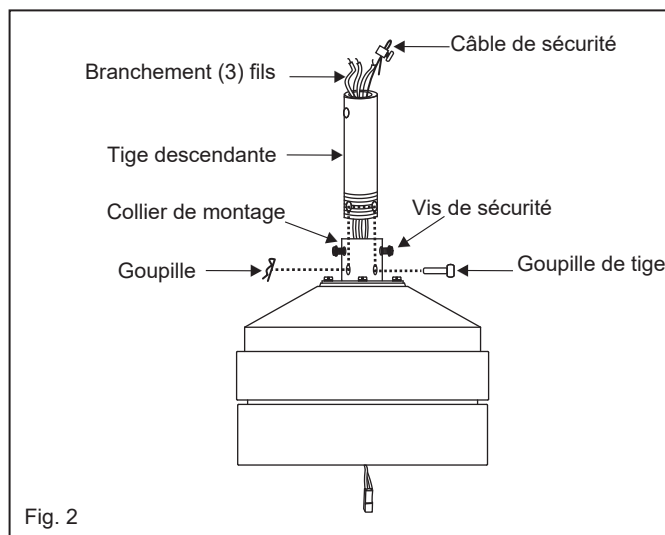

Fig. 2
- 3 Desserrez les deux vis de réglage de sécurité et retirez la goupille de la tige de suspension et le clip de retenue de l'accouplement au-dessus de l'ensemble moteur. (Fig. 2)